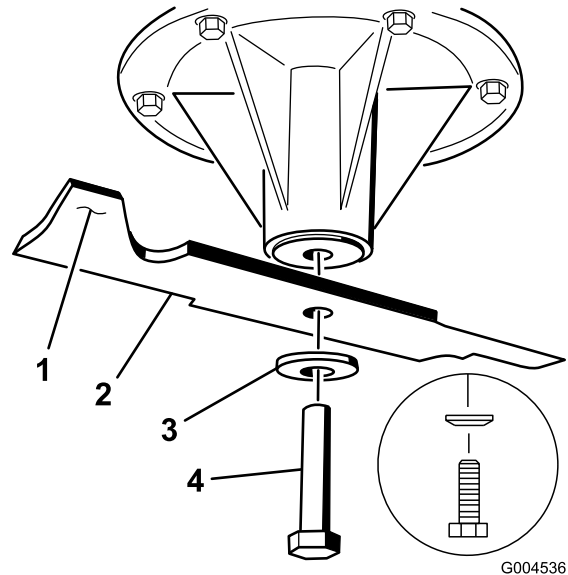

Bild 91
2. Nehmen Sie die Messerschraube, Wellenscheibe und das Messer von der Spindelwelle ab (Bild 91).